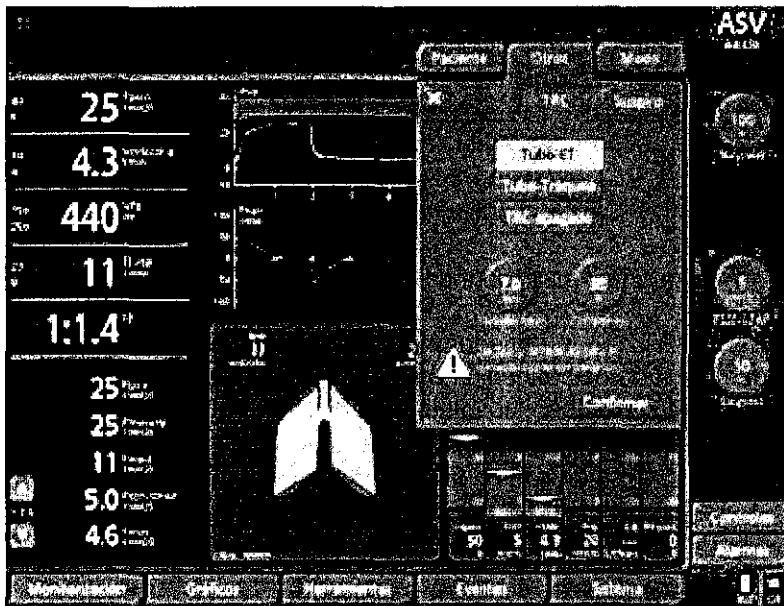

Figura 11. Ventana TRC
1. Abra la ventana **Otros** -> TRC (Figura 11).